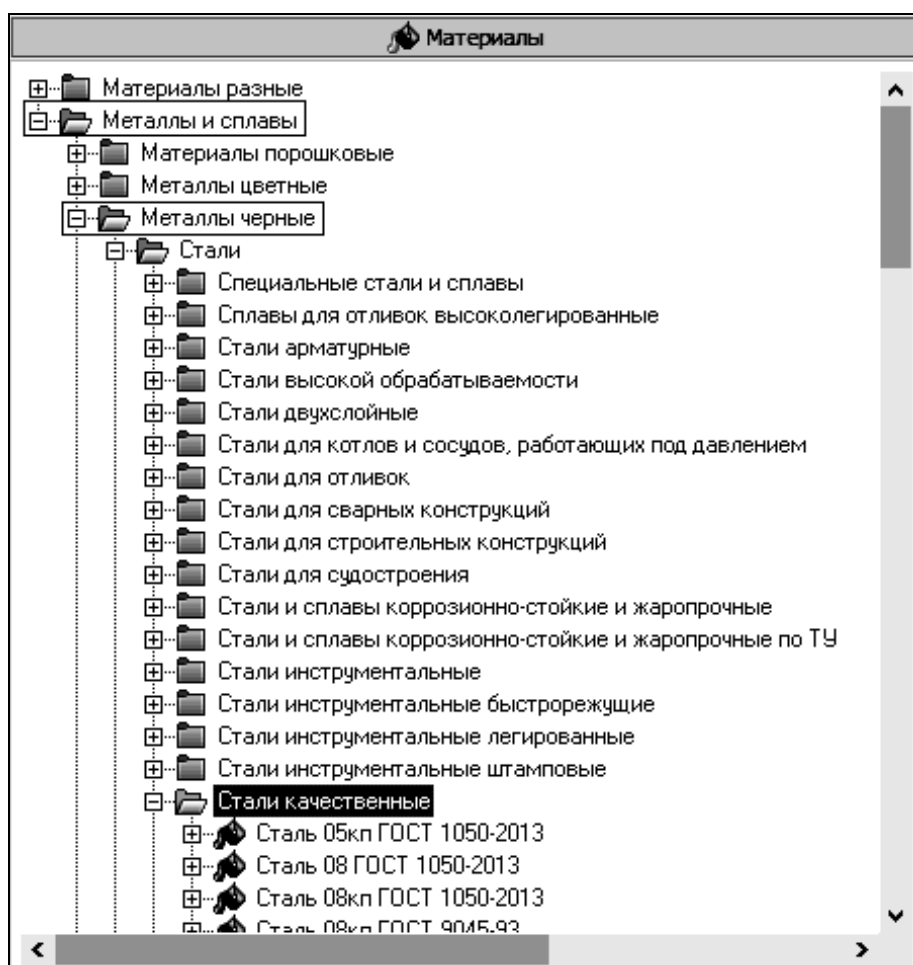

Рис. 4.3. Ветвь «Материалы и сплавы»
4. На панели выбора (в левой части окна) последовательно откройте «ветви» **Металлы и сплавы – Металлы черные – Стали – Стали качественные** (рис. 4.3).